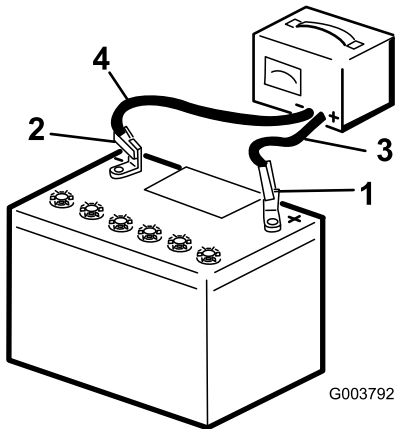

Рисунок 59
- 2. Подсоедините положительный провод зарядного устройства к положительному штырю аккумулятора (Рисунок 59).
- 3. Подсоедините отрицательный провод зарядного устройства к отрицательному штырю аккумулятора (Рисунок 59).
- 5. После полной зарядки аккумулятора отсоедините зарядное устройство от источника электропитания и штырей аккумулятора (Рисунок 59).